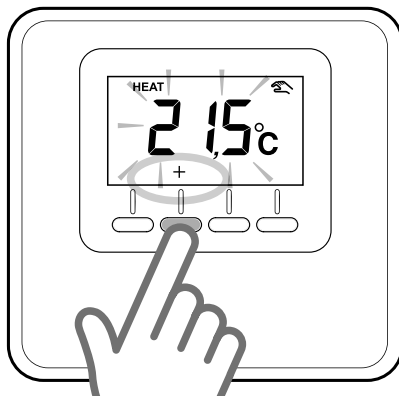

Fig. 5
Apăsăți tastele de reglare “+” sau “-”, pentru a seta valoarea de temperatură a mediului dorită (Fig. 5). Apăsăți tasta “OK” pentru a confirma.
- Apăsăți tastele “+” sau “-” pentru a alege zona de atribuit. (Fig. 5)